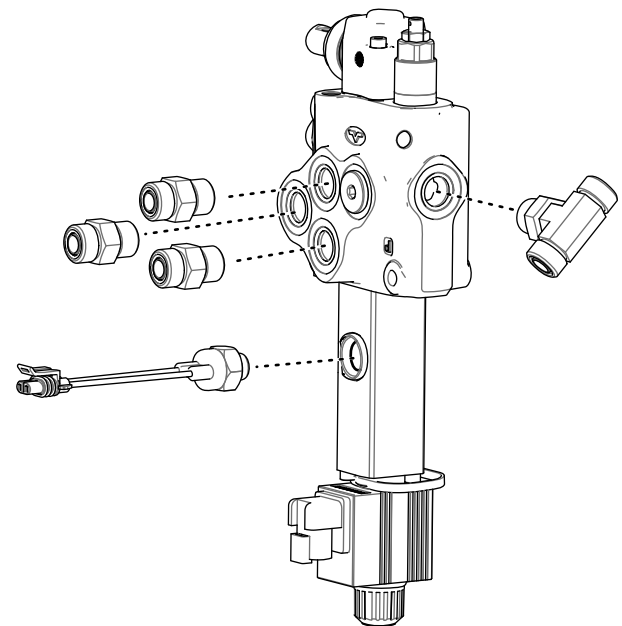

Bild 13
4. Befestigen Sie die drei geraden Anschlussstücke an den drei seitlichen Anschlüssen (Bild 13).
6. Ziehen Sie das T-Anschlussstück mit der Hand an und richten Sie die Enden dann in einem Winkel von 45 Grad aus, wie in Bild 13 abgebildet.
8. Entfernen Sie die Schraube aus der Seite des neuen Hilfsventils und schrauben Sie den Kugelschalter in den Anschluss (Bild 13).